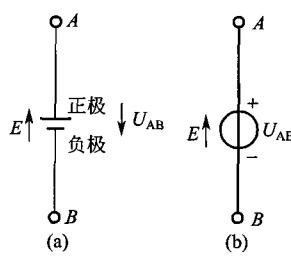

图 1-3 电源的电动势
电动势的单位也是伏特。若外力把 1 库仑(C) 正电荷从电源的负极移到正极所做的功是 1J，则电源的电动势等于 1V。电动势不仅有大小而且有方向，电动势在数值上等于电源电极两端的电位差，方向规定为电源力推动正电荷运动的方向，即电位升高的方向，所以电动势与电压的实际方向相反，电源的电动势与端电压的方向表示以及直流电源的常用画法如图 1-3 (a) 或图 1-3(b) 所示。